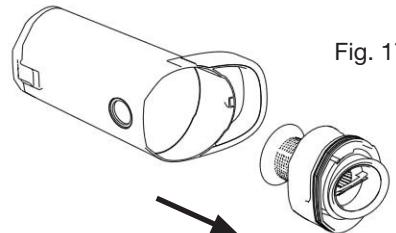

Fig. 17
2. Retire el bloque de filtro (Fig. 17).